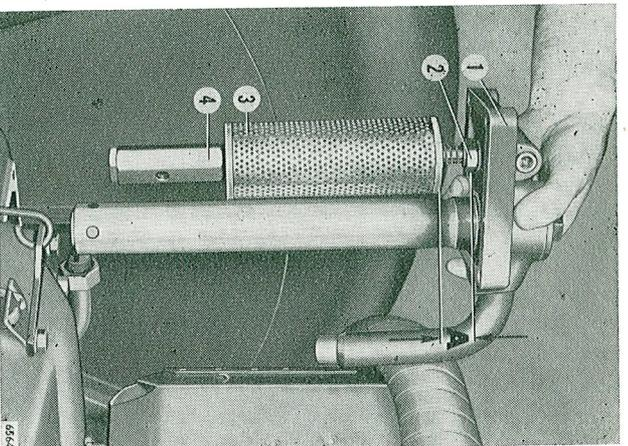

Fig. 42
Pour pouvoir remplacer le filtre de retour il faut démonter avant tout les conduits d'aspiration et de retour du couvercle (1) fig. 42 ensuite les 4 vis et le couvercle avec le filtre et le tamis et placez le tout sur un torchon propre.